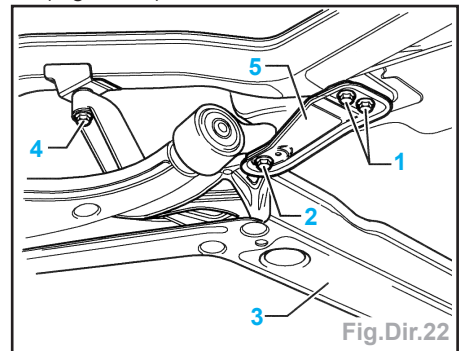

Fig.Dir.22
- les vis hexagonales (1) du mécanisme de servodirection,
- la vis gauche (4) de la fixation du groupe motopropulseur (3) et visser à 2,0 daN.m un axe de fixation du T1 0096 (Fig.Dir.22),